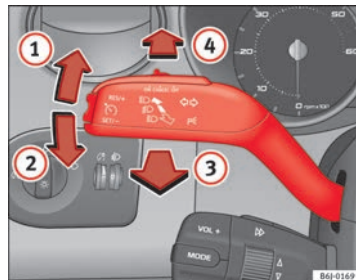

Fig. 62 Manípulo das luzes indicadoras de mudança de direcção e dos máximos
⇒ Fig. 62 ①, para piscar **à direita** ou para baixo ②, para piscar **à esquerda**.
- Empurrar a alavanca para a frente ⇒ Fig. 62 ④, para ligar os máximos.